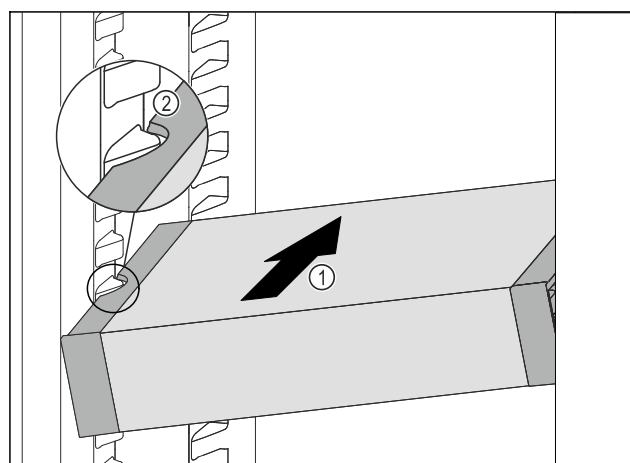

Fig. 167
- Skub VarioSafe skråt ind i kølesektionen, Fig. 167 (1) indtil udspæringerne i siden Fig. 167 (2) på VarioSafe er på niveau med beholderribben i kølesektionen.